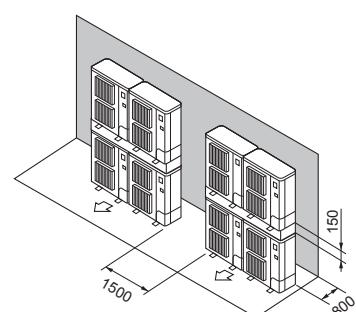

Fig. 2-15
- ⑦ Stablede enheder arrangement (Fig. 2-15)